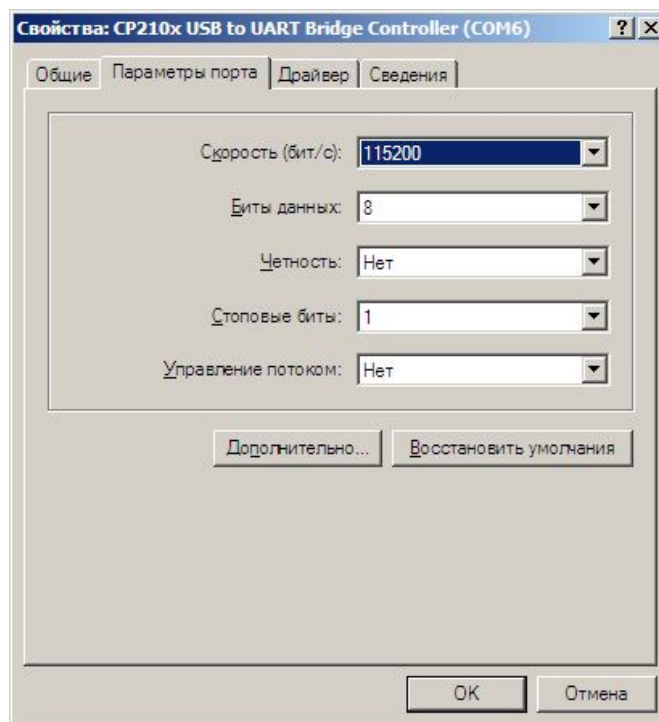

Рисунок 2 – «Параметры порта»
1.4. В появившемся окне выбрать закладку «Параметры порта», рисунок 2, и нажать кнопку «Дополнительно...».